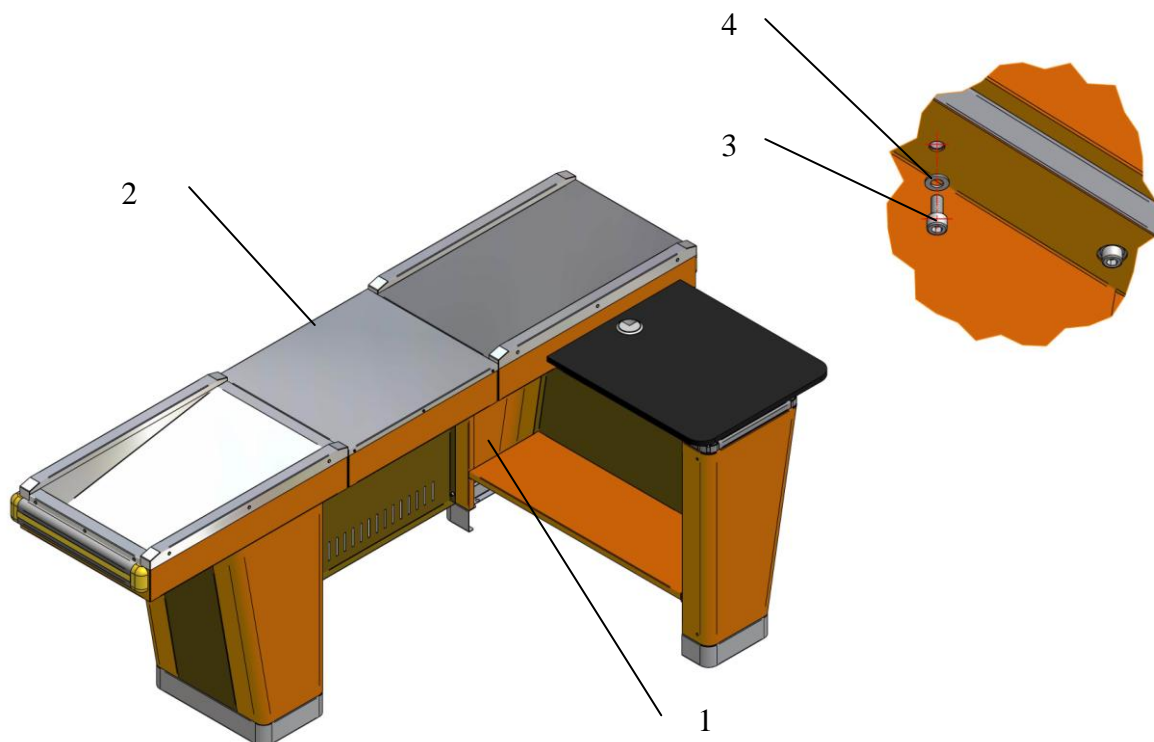

Рис. 5. Сборка кассового бокса.
3. Установите столешницу на собранное нижнее основание, так чтобы контур рамы столешницы совпадал с наружным контуром тумбы, а выступающие головки болтов столешницы попали в большие отверстия в верхних бортиках тумб. Крепление осуществляется винтами через меньшие отверстия в тумбах. (Рис. 5. Сборка кассового бокса.)